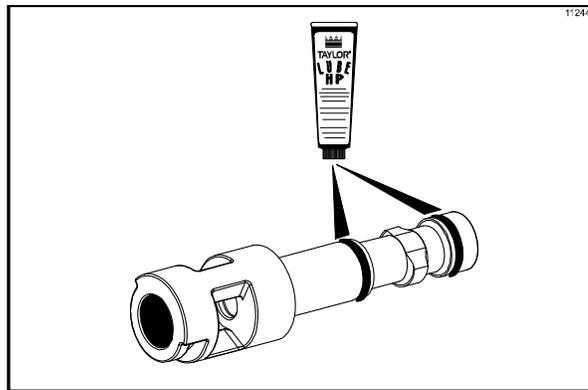

图 115
5. 装配出料阀混合搅拌器组件。检查出料栓止漏圈是否有断裂或裂纹。（如有断裂或裂纹则更换）。如果出料栓止漏圈状况良好，则将两个止漏圈套入出料栓的环槽内并润滑。（见图 115。）